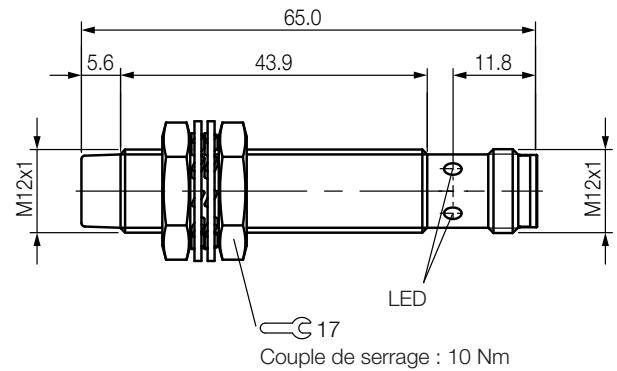

Fig. 3-1 : Capteurs de distance BAW M12MI-BLC35C-S04G et BAW M12MH-BLC70G-S04G, structure
- Respecter les couples de serrage, voir Fig. 3-1.